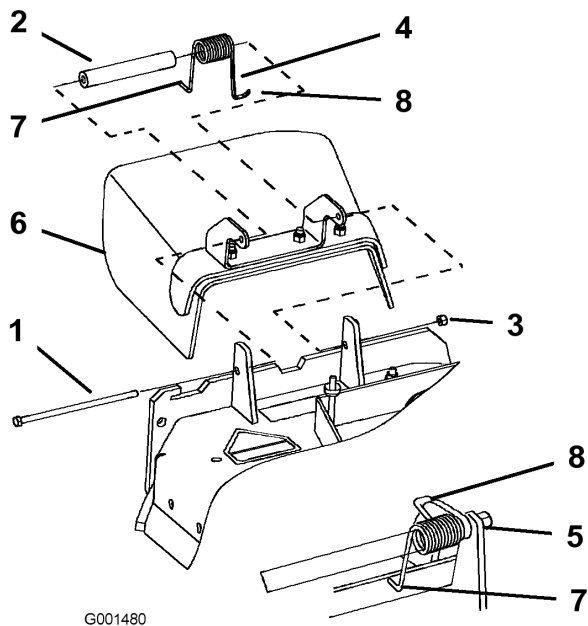

Figure 54
1. Retirez le contre-écrou, le boulon, le ressort et l'entretoise qui fixent le déflecteur aux supports de pivot (Figure 54). Enlevez le déflecteur s'il est endommagé ou usé.
Remarque: Prenez soin de placer l'extrémité en **L** du ressort derrière le bord du plateau avant de mettre le boulon en place, comme indiqué à la Figure 54.
- Remettez le boulon et l'écrou. Accrochez l'extrémité en **J** du ressort au déflecteur d'herbe (Figure 54).